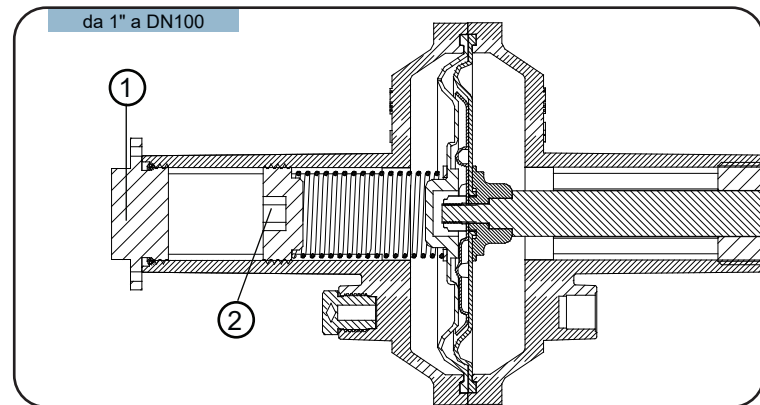

Fig.2
Svitare il Tappo di regolazione ① per accedere al Premi-molla ② Fig.2.